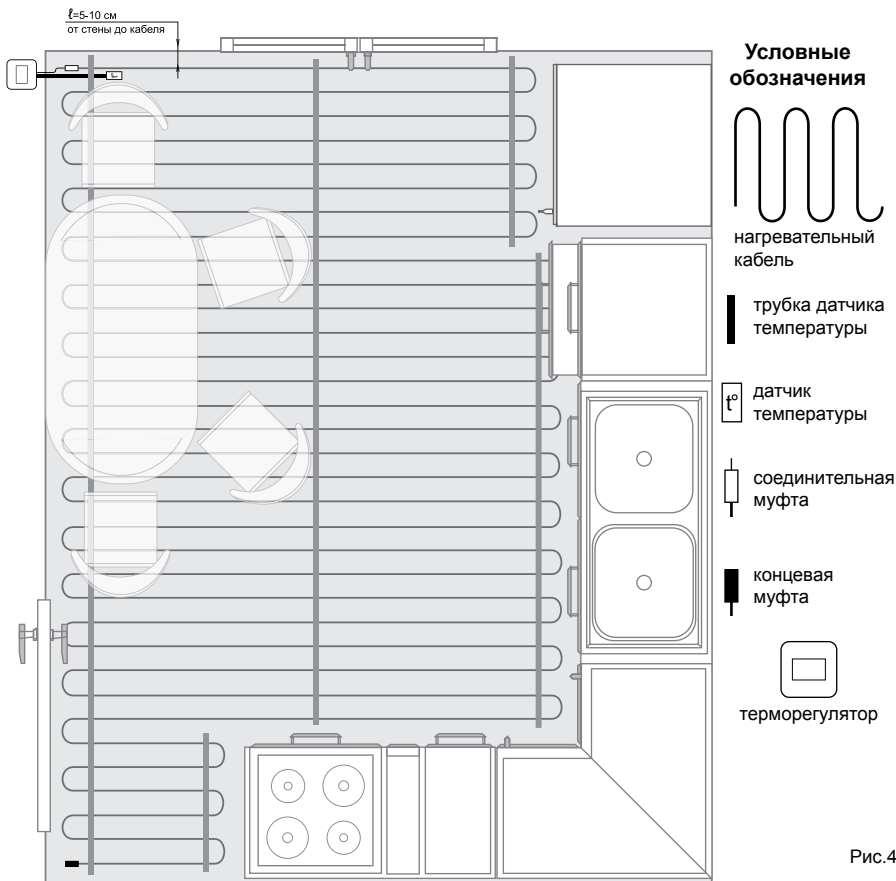

Рис.4
5. Разложите нагревательный кабель на поверхности пола по форме обогреваемой площади (рис. 4).